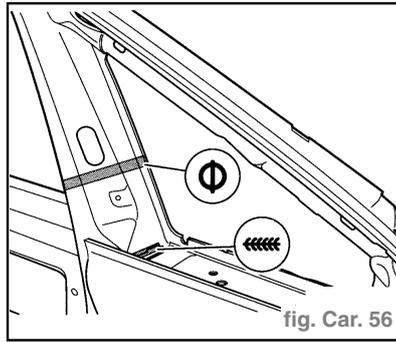

fig. Car. 56
- Soudure la zone d'accostage du montant A par point sur point sous gaz de protection (fig. Car. 56).